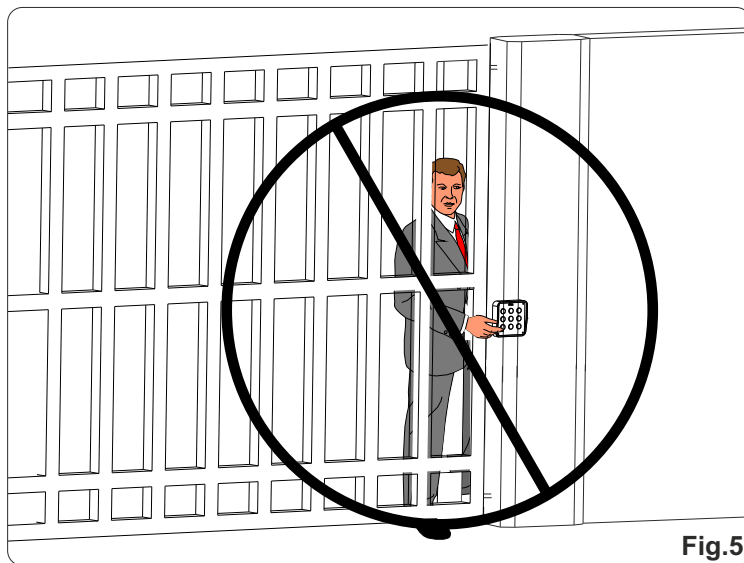

Fig.5
**⚠ N'installez aucun dispositif accessible par la porte! (Fig.5)**